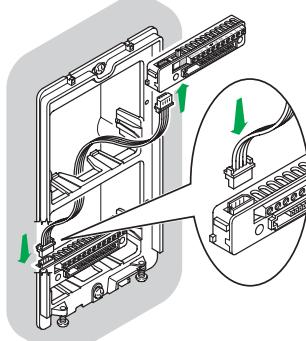

Fig. 5
- Fig. 5** Collegamento cavo a 4 poli
- Fig. 5** Connection of 4-pole cable
- Fig. 5** Connexion cadre à 4 pôles
- Fig. 5** Aansluiting 4-polige kabel
- Fig. 5** 4-polige Kabelbindung
- Fig. 5** Conexión del cordón de 4 polos